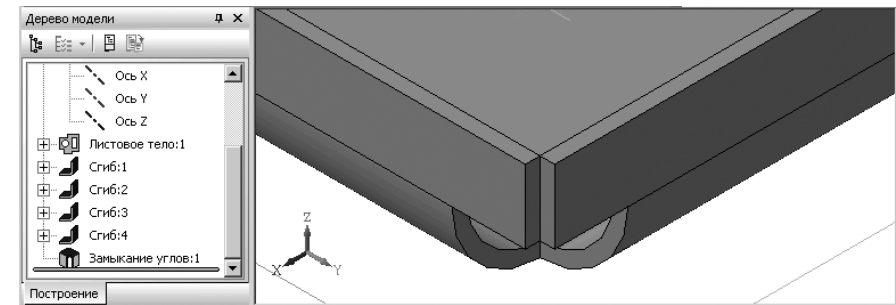

Рис. 7.67. Листовая деталь с первым замкнутым смежным углом встык
- щелкните на **Специальной панели управления** по кнопке  **Создать объект**. Произойдет замыкание углов. Одновременно в окне **Дерево модели** появится пункт **Замыкание углов:1** (рис. 7.67).